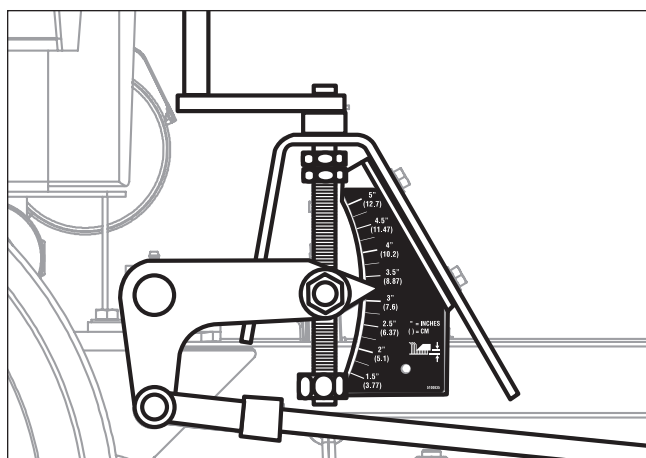

Figura 28. Posición de altura de la plataforma
2. Gire el mango de ajuste de altura de la plataforma de forma tal que el indicador de altura de corte apunte a 8,26 cm (3,25"). Consulte la figura 28.